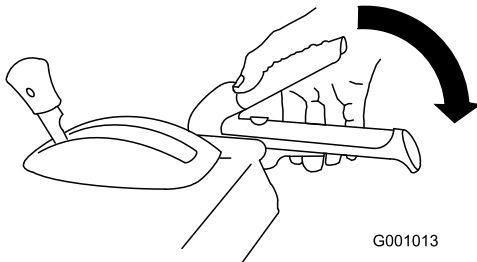

Figura 37
1. Para engranar la transmisión del sinfín/impulsor, apriete la palanca derecha (sinfín/impulsor) hacia la empuñadura (Figura 37).